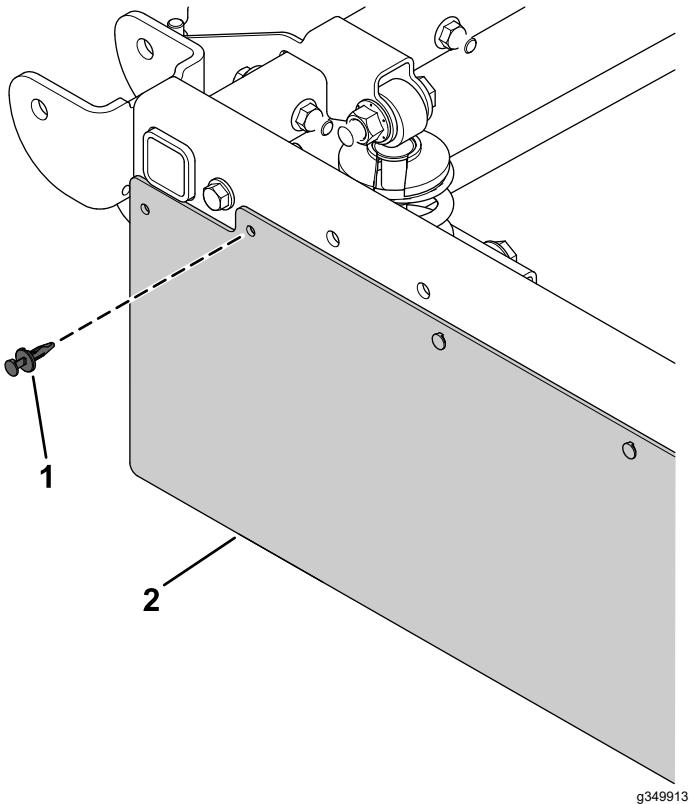

Figura 6
2. Retire 1 grapa de plástico del panel lateral (Figura 6).
3. Tire hacia abajo de la esquina del panel lateral (Figura 6).
6. Instale la grapa de plástico que retiró anteriormente (Figura 6).